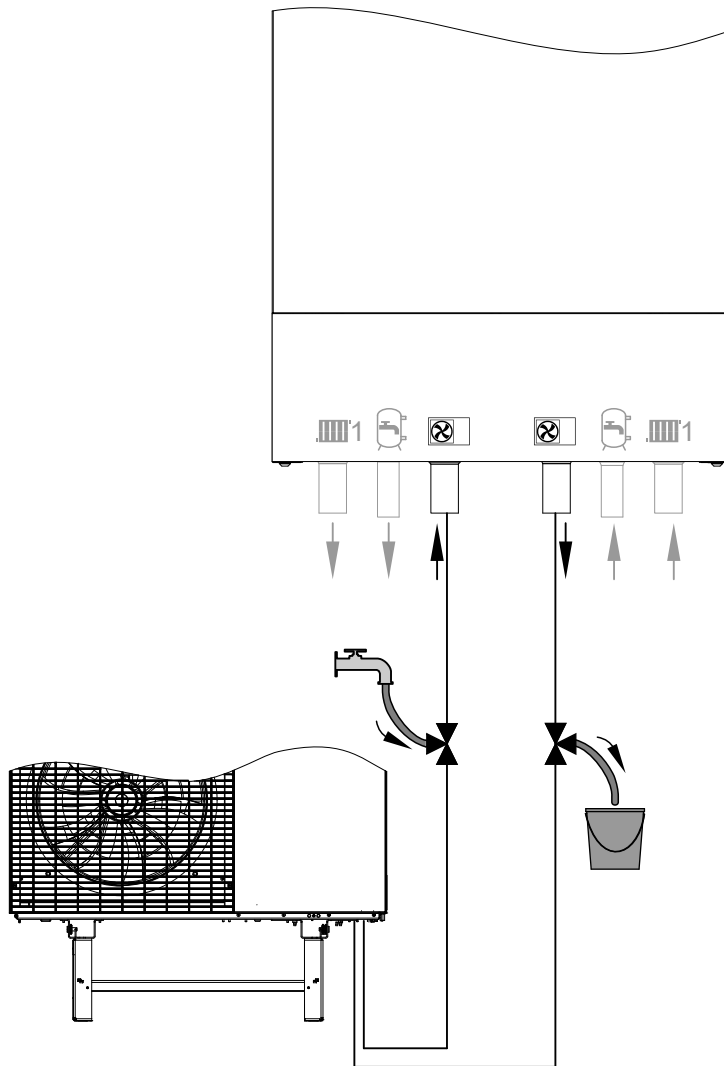

Abb. 65
3. 3-Wege-Kugelhähne im Vor- und Rücklauf Außeneinheit gemäß Abb. 65 öffnen: **Offen in allen Richtungen**